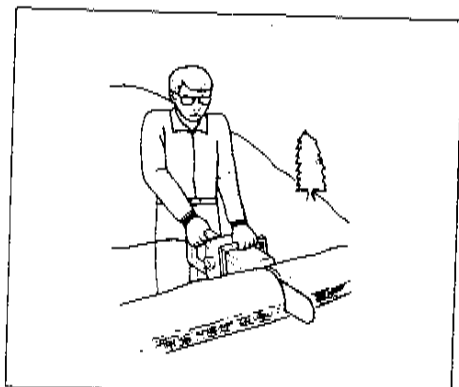

Abb. 21
• Wenn Holz am Hang zersägt wird, immer hangaufwärts stehen, wie in Abb. 21 dargestellt. Beim Durchtrennen bewahrt man vollständige Kontrolle am besten, indem man am Ende ohne Druck sägt, aber die Griffe mit den Händen unvermindert festhält. Die Säge sollte nicht mit dem Erdboden in Berührung gebracht werden. Nach Beendigung des Schnittes erst warten, bis die Säge zum Stillstand gekommen ist, bevor sie bewegt wird. Nicht mit laufender Säge von Baum zu Baum gehen, sondern den Motor zwischendurch immer abschalten.